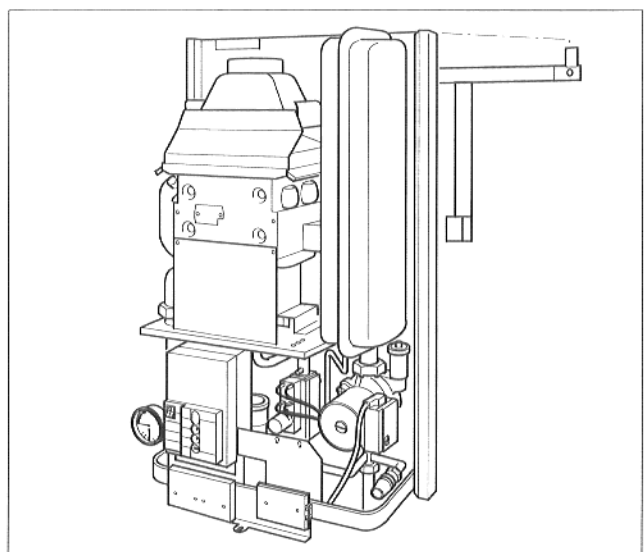

Abb. 5 Montage
- Umlaufwasserheizer auf den Wandhalter hängen (Abb. 5).